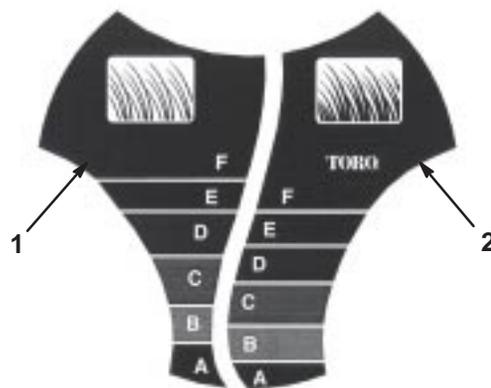

Figure 12
Le système *SmartWheel*™ comporte deux échelles de coupe : *Clairsemée/Normale* et *Drue*—de manière à garantir une hauteur de coupe adaptée quelle que soit la nature de l'herbe (Fig. 12). Utilisez principalement l'échelle *Clairsemée/Normale* pendant les mois d'été. L'échelle *Drue* est utilisée de préférence quand l'herbe est drue et humide, généralement au printemps.
2. Amenez la tondeuse sur la surface de travail, arrêtez-vous quand le dessin *SmartWheel* est vertical sur l'une des roues arrière (Fig. 12).